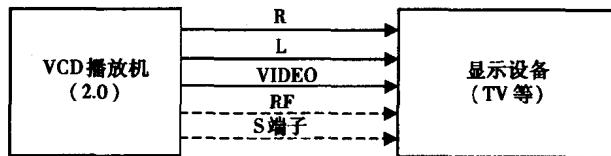

图1.1 VCD光盘播放机与显示设备的连接
(1) VCD光盘播放机(2.0版)与显示设备(电视机、监视器等)的连接如图1.1所示。